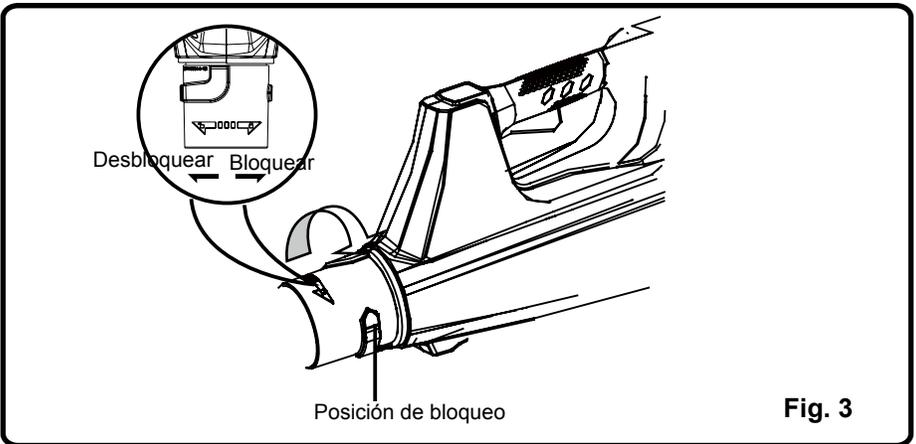

Fig. 3
2. Gire el tubo en dirección de la flecha hasta que ambas perillas se deslicen a las posiciones de bloqueo (Fig. 3).